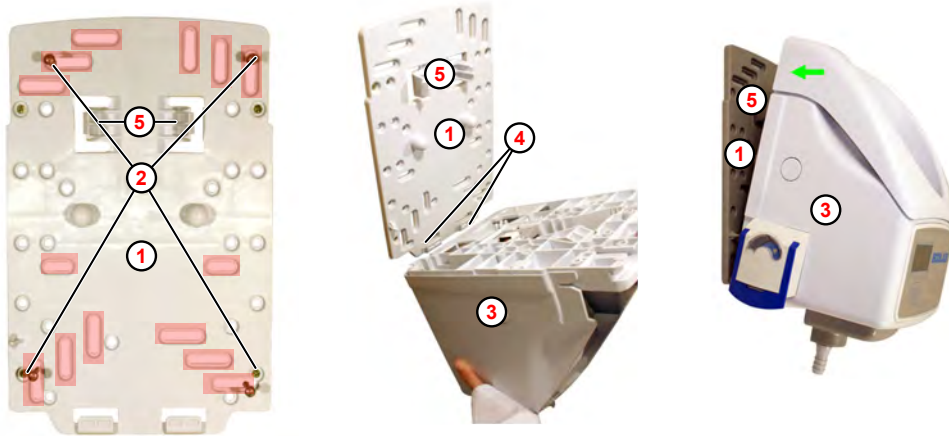

Fig. 3: Montaggio a parete (Esempio EcoPlus S)
- ① Supporto a parete
- ② Fori
- ③ EcoPlus S
- ④ Gancio
- ⑤ Staffa
1. ➤ Contrassegnare i fori desiderati nel punto di montaggio tramite il supporto a parete (Fig. 3 , ①) ② .
3. ➤ Fissare il supporto ① alla parete con il materiale di fissaggio idoneo.
4. ➤ EcoPlus S ③ posizionare ④ dall'alto nei ganci del supporto a parete ① .
5. ➤ EcoPlus S ③ oscillare il supporto a parete ① e premere indietro finché non scatta in posizione.